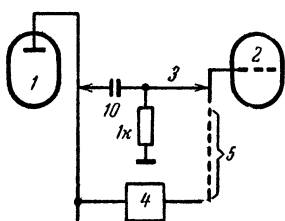
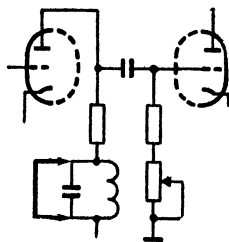

Рис. 47. Схема инерционной строчной синхронизации, в которой используется импульсная синхронизация для захвата строчной частоты.
Рис. 48. Для настройки частоты мультивибратора, стабилизированного колебательным контуром, необходимо на время настройки замкнуть стабилизирующий контур.
**Л.** — Можно на время заменить его схемой импульсной синхронизации (рис. 47). Точно так же в случае необходимости подстроить мультивибратор полезно на время замкнуть накоротко стабилизирующий колебательный контур (рис. 48).